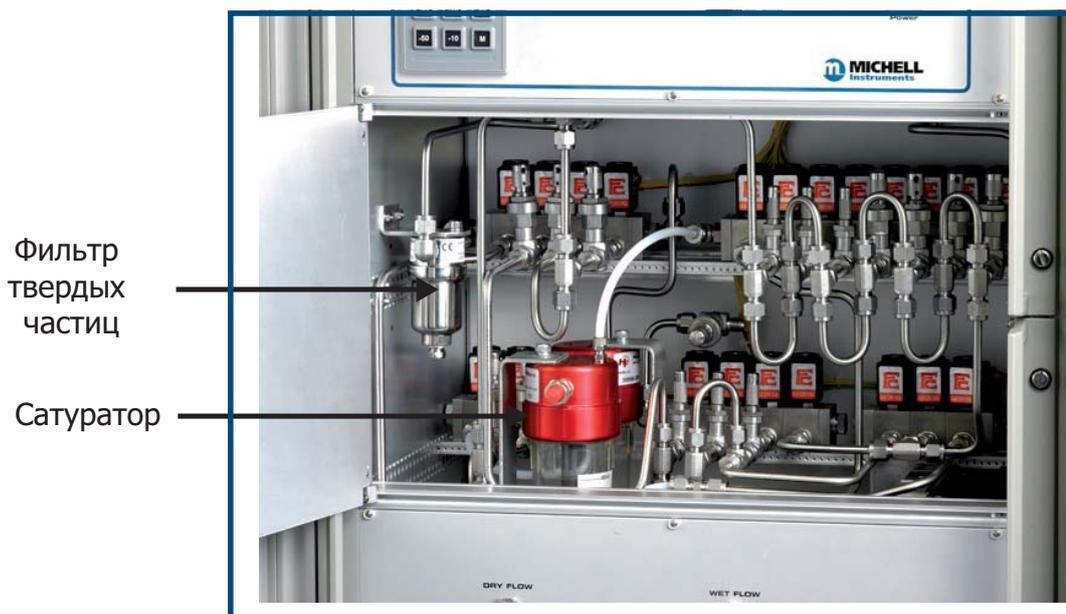

Рис. 3 Расположение сатуратора и фильтра
1. Перед эксплуатацией систему сатуратора необходимо наполнить дистиллированной водой. Для доступа к сатуратору необходимо открыть переднюю панель прибора (см. рис. 3).
В генераторе на входе линии подачи газа установлен фильтр для улавливания частиц. Для доступа к нему необходимо открыть переднюю панель прибора (см. рис. 3).